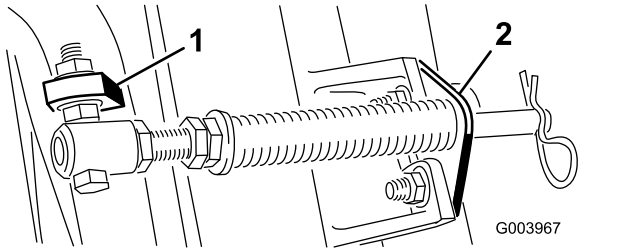
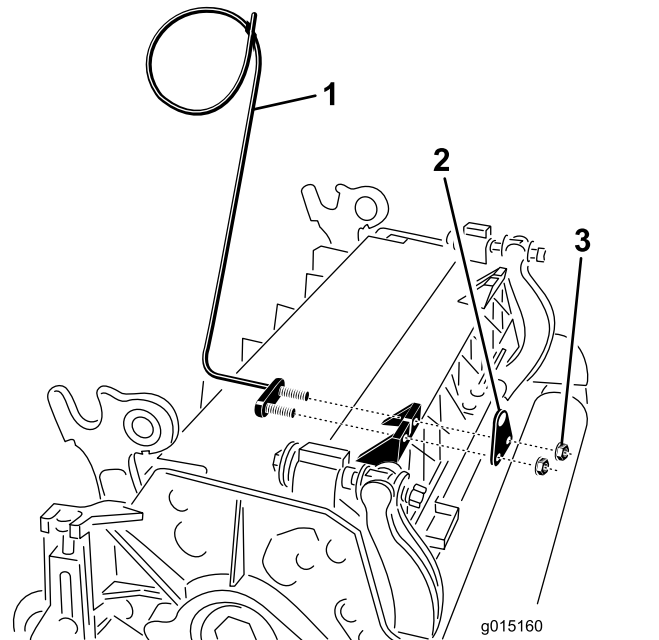

Figura 11
Figura 13
Nota: A cabeça do parafuso deve ser colocada no lado de fora do separador conforme ilustrado na Figura 11.
E. Monte o suporte da barra nos separadores da unidade de corte com os parafusos e porcas da carroçaria (Figura 11). Na unidade de corte, monte o guia de tubos do lado esquerdo na frente dos separadores da unidade de corte ao reinstalar o suporte da barra (Figura 13).